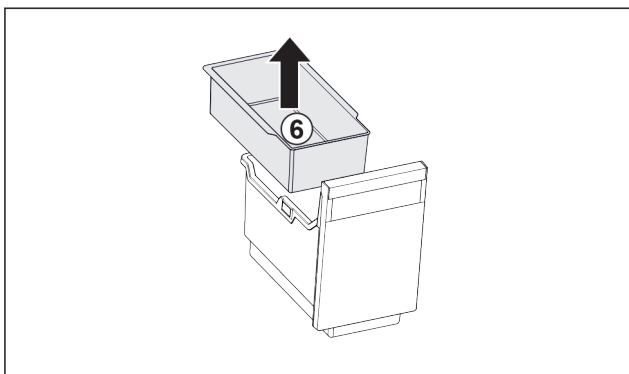

Fig. 52
- ▶ Inhangschaal Fig. 52 (6) verwijderen.